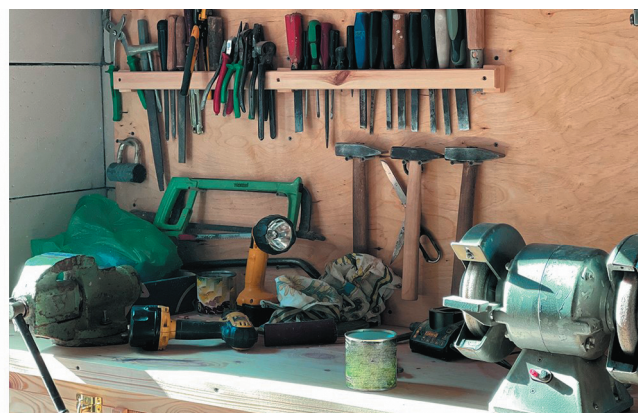

Рис. 2. Место для ручной обработки материалов
2. Место для ручной обработки материалов. На этом участке установлены рабочие столы – столярные и слесарные верстаки. Верстак оборудован защитной сеткой, слесарными тисками, плитой для правки, гибки и рубки металла и необходимыми для работы инструментами. Здесь же расположены стеллажи, полки или шкафы для инструментов (рис. 2).